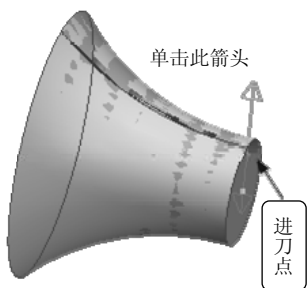

图 4-51 拾取的加工轮廓
1) 完成加工参数设置后,单击“确定”按钮,系统在界面的左下方提示“拾取加工对象”,直接拾取圆柱外表面,拾取的表面的边界立即变为红色,单击右键结束拾取。系统提示“拾取进刀点”,拾取圆柱体上的端面大圆上的点,然后系统提示“选择加工侧”,同时在圆柱体表面又出现了一对背向箭头,如图 4-51 所示。